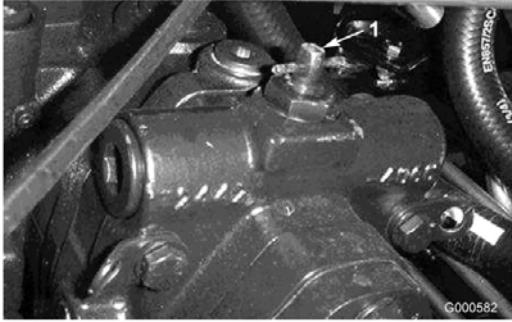

Figura 16
- Girate la valvola di 90° (1/4 di giro) in qualsiasi direzione per aprirla e consentire all'olio di bypassare internamente (Figura 16). Dal momento che il fluido viene bypassato, potete